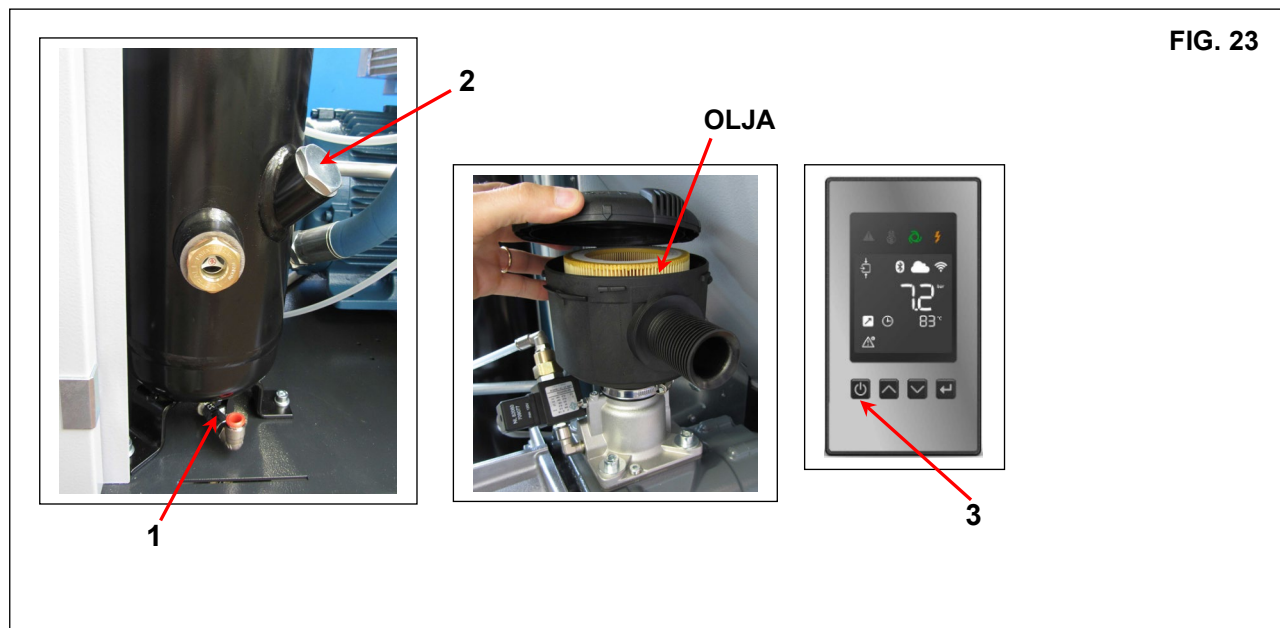

FIG. 23
Efter dränering av uttjänt olja från maskinen genom kranen Ref. 1 Fig. 23
- Fyll oljetanken helt Ref. 2 Fig. 23
- Efter cirka 1 minut stängs maskinen av genom tryck på knappen "STOP" (Ref. 3 Fig. 23), maskinen slås av cirka 60 sekunders inaktivitet.